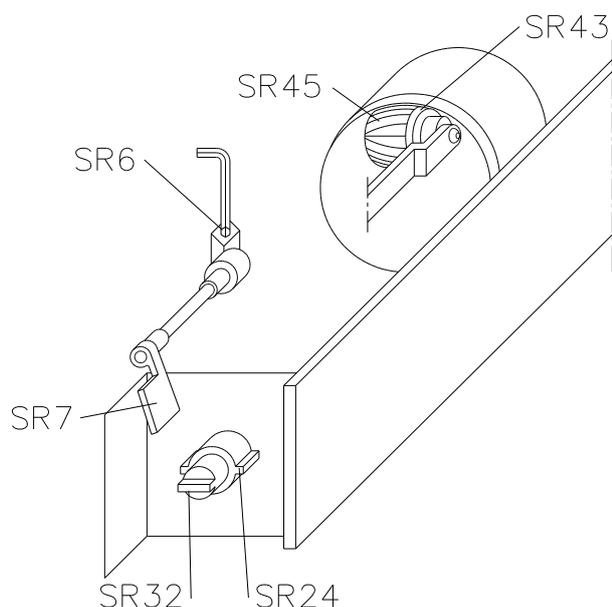

fig. 14
8.11 REGOLAZIONE DEL RULLO TRASPORTATORE fig. 14